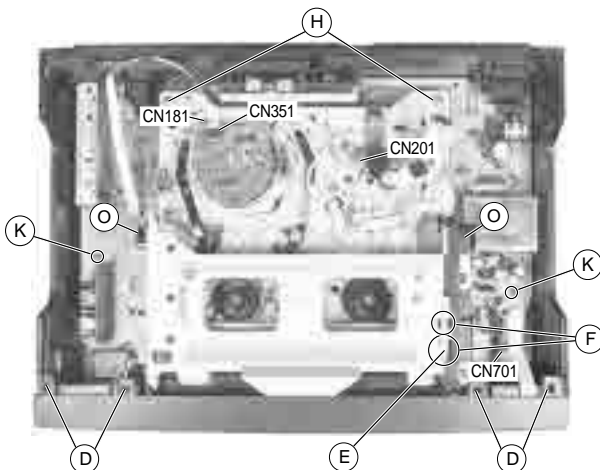
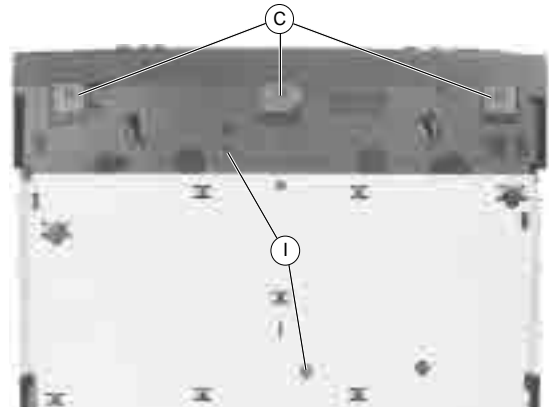
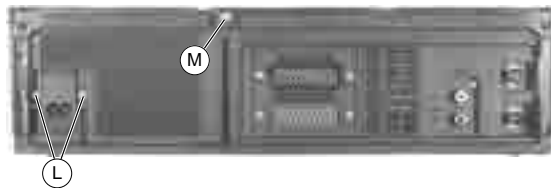

Fig. 3
Fig. 2
Fig. 7
- 3 Rasthaken (C) (Fig. 2) auf der Geräteunterseite lösen.
- Frontblende an der Unterseite nach vorne klappen und die Blende an den oberen Haken (D) (Fig. 3) aushängen.
- Steckverbindungen (Fig. 3, CN181 / CN201 / CN351) zum Laufwerk lösen.
- Arretierung (E) (Fig. 3) des Cassettenschachtes an den beiden Aussparungen (F) nacheinander lösen und diesen dabei bis Anschlag nach innen schieben.
- 2 Schrauben (H) (Fig. 3) und 2 Schrauben (I) (Fig. 2) herausdrehen.
- Release 3 clamps (C) (Fig. 2) on the cabinet bottom.
- Turn the lower edge of the front panel towards the front and detach the panel from the upper clamps (D) (Fig. 3).
- Unplug the the plug-in connections (Fig. 3, CN181 / CN201 / CN351) to the drive mechanism.
- Disengage the locking lever (E) (Fig. 3) of the cassette mechanism successively at the two cutouts (F) and slide the mechanism inwards to the stop.
- Undo 2 screws (H) (Fig. 3) and 2 screws (I) (Fig. 2).
- Beim Aufsetzen des Laufwerks auf die Chassisplatte ist darauf zu achten, daß die Sensoren für Bandanfang und Bandende in die Abdeckungen (O) (Fig. 3) des Cassettenschachtes eintauchen. Das Laufwerk muß leicht auf der Chassisplatte aufzusetzen sein, damit die Steckverbindungen zur Chassisplatte richtig kontaktieren.
- When putting the drive mechanism on to the chassis board take care of the tape start and tape end sensors. They must plunge into the covers (O) (Fig. 3) of the cassette mechanism. It must be possible to put the drive mechanism easily on the chassis board to ensure that the connectors to the chassis board are in good contact.
- Gegebenenfalls Steckverbindung (Fig. 3, CN701) zur Bedieneinheit lösen.
- je 2 Schrauben (K) (Fig. 3) / (L) (Fig. 7) und Schraube (M) (Fig. 7) herausdrehen.
- Disconnect the plug-in connections (Fig. 3, CN701) to the keyboard control unit if necessary.
- Undo 2 screws (K) (Fig. 3) / (L) (Fig. 7) each and screw (M) (Fig. 7).